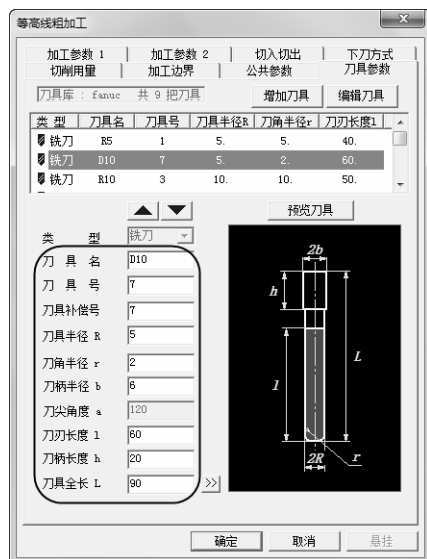

图 3-15 “刀具参数”选项卡
8) 单击“刀具参数”选项卡，选择刀具名称为“D10, r2”，D 代表刀具直径，r 代表刀角半径的平底刀。具体“刀具参数”参数数值如图 3-15 所示。